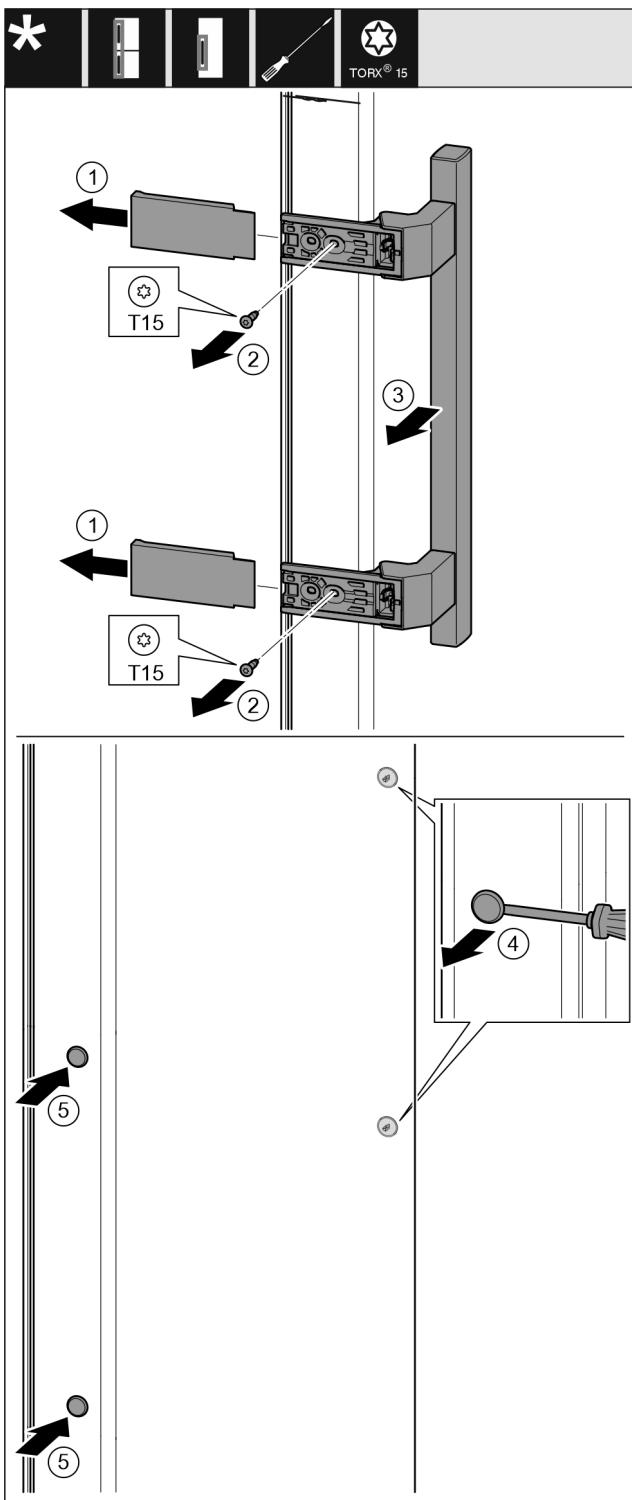

Fig. 39
- Зніміть кришку. Fig. 39 (1)
- Викрутіть гвинти за допомогою викрутки T15. Fig. 39 (2)
- Зніміть ручку. Fig. 39 (3)
- За допомогою шліцевої викрутки обережно підійміть бокову пробку та витягніть її. Fig. 39 (4)
- Знову вставте пробку з іншого боку. Fig. 39 (5)